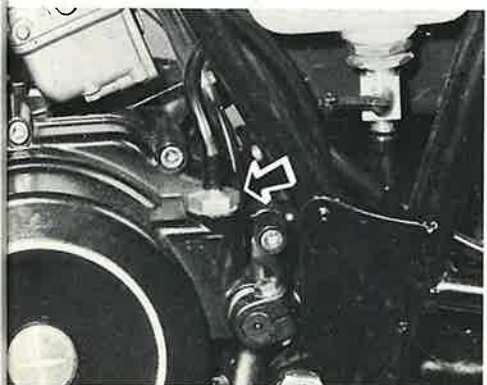

Fig. 10 - Tappo carica olio
- togliere il tappo di carico dell'olio posto sulla parte superiore sinistra del motore (Fig. 10)
- versare dal tappo di carico (Fig. 10) 500 cc. di olio motore **ESSO PLUS SAE 20W SAE 30**. Per sapere l'esatta quantità di olio da versare se non disponete di un contenitore graduato, svitare di 2 o 3 giri la vite di livello (Fig. 12) e versare l'olio fino a quando lo vedrete uscire dal foro, a questo punto, stringete bene la vite e chiudete il tappo di carico.